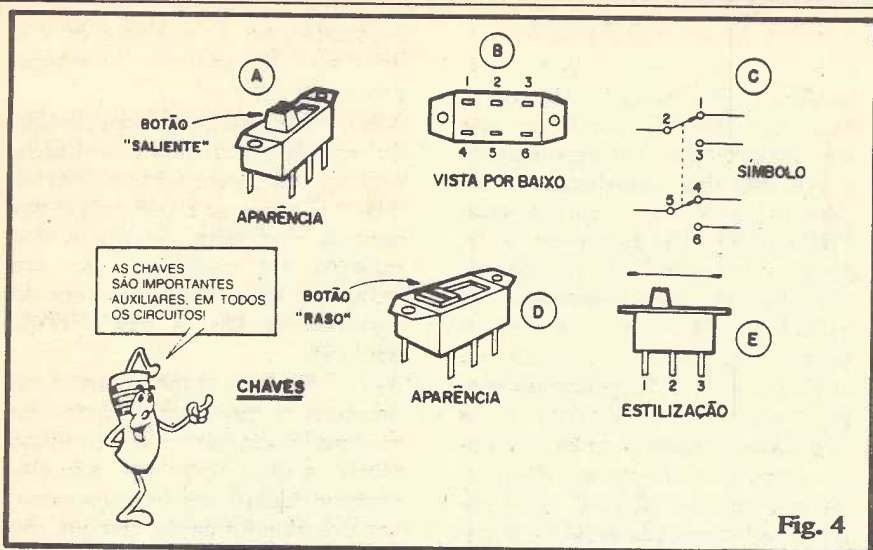

Fig. 4
- FIG. 4 - Outro importante componente "eletro-mecânico" de apoio, utilizado em praticamente **todo** e qualquer circuito, aparelho, experiência, etc. (principalmente no comando do "liga-desliga" da alimentação). A CHA-
mento de tensão" (existe lá atrás da grande maioria dos aparelhos eletro-eletrônicos domésticos...), ou seja, na determinação da "tensão da rede", 110 ou 220V, sob a qual aparelhos ou circuitos devam trabalhar. Nesse caso, como o acionamento da chave é feito **uma única vez** (ao ser instalado o dispositivo num determinado local de uso...), o "botão" é "raso" (ver 4-D) de modo que não possa, acidentalmente, ser mudado de posição... Finalmente, na fig. 4-E temos a **estilização** mais usada para representar as chaves H-H nos diagramas de montagem (chapeados) do ABC. Como na maioria das vezes usamos apenas "um lado" da chave, essa é vista lateralmente, enfatizando apenas os terminais 1-2-3 (dentro do referencial numérico atribuído para efeito de identificação, como na fig. 4-B...).